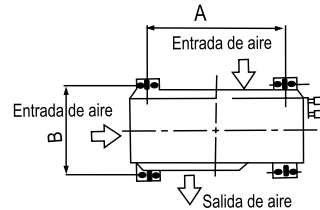

Ilustración 35
- Si se precisa un soporte para la instalación, el soporte debe estar de acuerdo con el diagrama de instalación. (Ilustración 35) La pared de la instalación debe ser de ladrillo sólido, concreto o de algún material similar, de no ser así se deben tomar las medidas necesarias para reforzar el soporte. La conexión entre el soporte y la pared y entre el soporte y el acondicionador de aire deben ser firmes, estables y confiables.